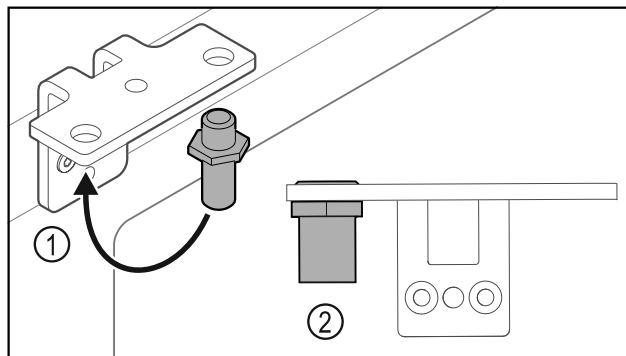

Fig. 36
- ▶ Преместете болта Fig. 36 (1) в ъгъла на пантата.
- ▶ Затегнете болта Fig. 36 (2) с **въртящ момент от 12 Nm**.